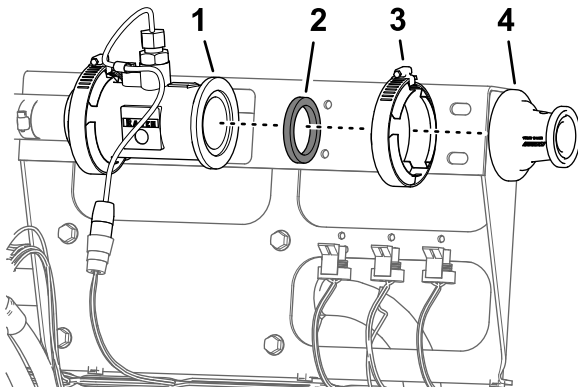

Figura 71
6. Retire a braçadeira de flange de 51 mm e a junta de 38 mm que prendem a flange do adaptador à flange do fluxímetro (Figura 71).